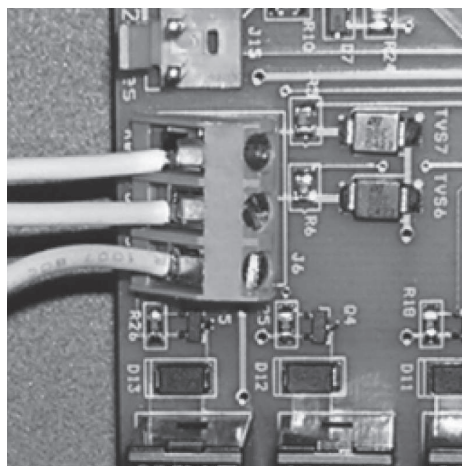

Figure 11a. Connexion à un sélecteur Pool-Off-Spa (Piscine-Arrêt-Spa) à distance (Connexion à 3-fils)
4. Connecter le câblage du système de commande de la piscine et du spa à la borne de la commande à distance de la thermopompe (voir Figure 11a).